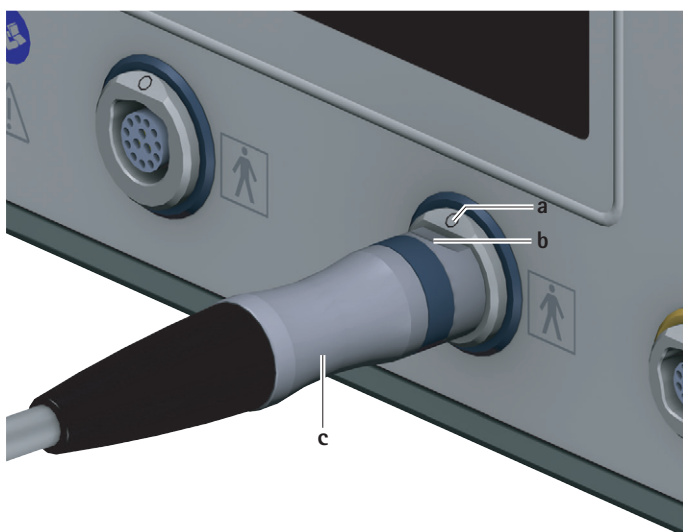

Fig. 3 Anslut motorkabeln
- Rikta styrenhetens kontakt **c** på motorkabeln så att markeringen **b** på kontakten stämmer överens med markeringen **a** på användningsdelarnas anslutningsuttag **7**, se Fig. 3.
- Dra ut motorkabeln på kontakten för styrenheten **c** från anslutningsuttaget för användningsdelarna **7**, se Fig. 3.